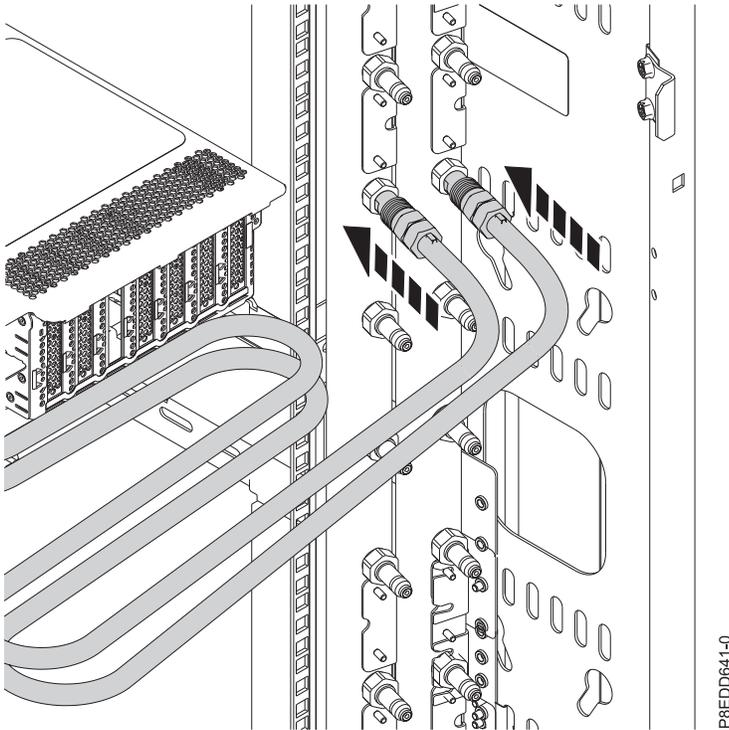

Figure 214. Rebranchement des conduites d'eau
5. Rebranchez les conduites d'eau à l'arrière de l'armoire (voir figure 214, à la page 190).